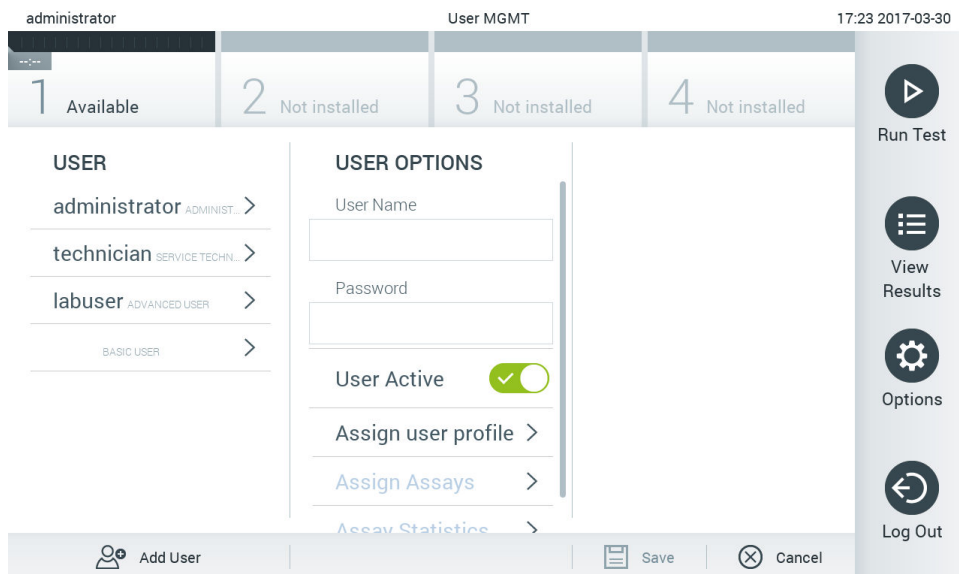

Figure 64. Ajouter un nouvel utilisateur.
1. Appuyez sur le bouton Options (Options) puis sur le bouton User Management (Gestion des utilisateurs) pour configurer les utilisateurs. L'écran User Management (Gestion des utilisateurs) s'ouvre dans la zone de contenu de l'affichage (figure 64).